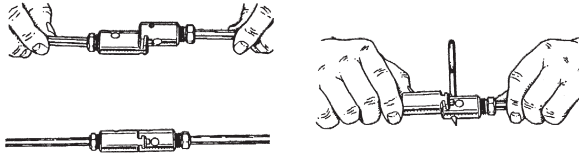

Figura 2 – Conexión y desconexión de varillas
1. Para conectar las varillas, alinee y enganche con un clic los acoplamientos (Figura 2).
4. Elija e instale la herramienta de corte que desea usar en la punta de la varilla. Para conectarla, enganche los acoplamientos macho y hembra con un clic. Para desconectarlos, introduzca la llave de pasador y sepárelos (Figura 2).
6. Desconecte la varilla fuera del sujetador de varilla y desacople las secciones de varilla con el pasador. Sepárelas (Figura 2).